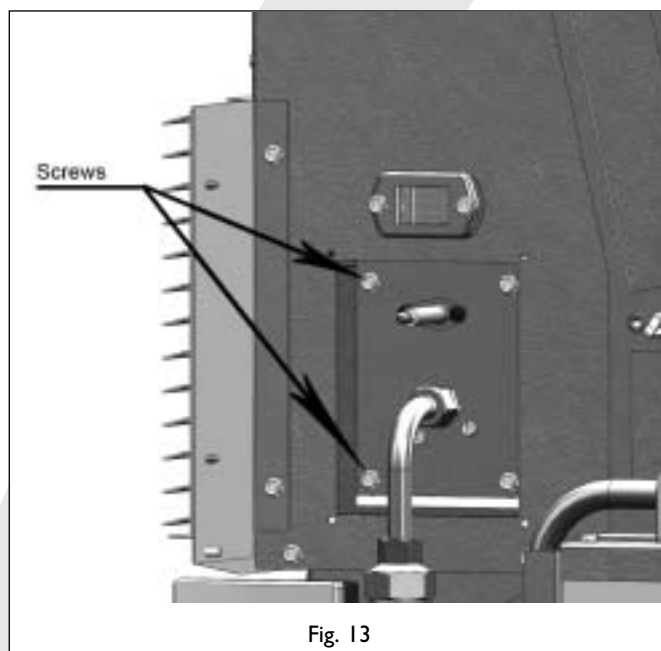

Fig. 13
- Retirez les 4 vis du brûleur ; voir la fig. 13.